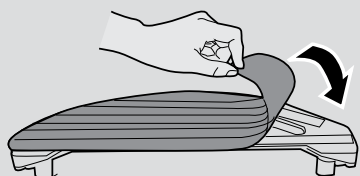

Fig. 15
3. Alinee el depósito de agua con la parte inferior del robot y empújelo en su posición correcta hasta que escuche un clic que indique que está bien fijado. [Fig. 15]